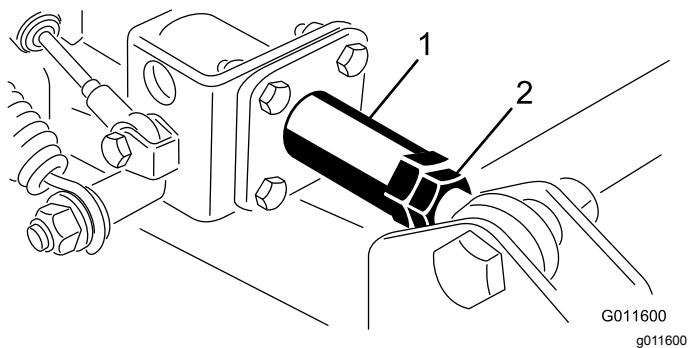

Figure 6
- D. Si le plateau n'est pas aligné sur le groupe de déplacement, desserrez l'écrou de blocage au bout de la tige du bras amortisseur du plateau latéral (Figure 6). Réglez le coupleur pour lui permettre de tourner librement dans le tube amortisseur. Effectuez tous les réglages avec le côté tige du bras amortisseur boulonné sur le plateau.